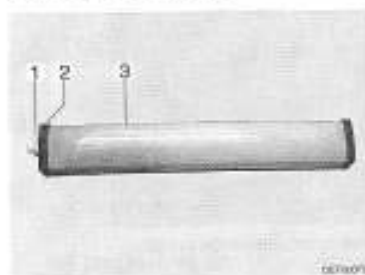

Fig. 204 Lampe de cellule
- Dévisser le cache (Fig. 204,1).
- Retirer le couvercle (Fig. 204,2).
- Enfoncer légèrement le couvercle de la lampe (Fig. 204,3) et le retirer.